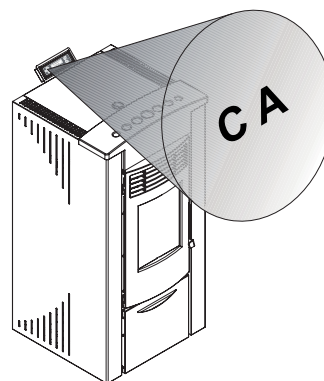

Fig.13.1
Il s'agit d'une télécommande à infrarouges, elle doit donc être dirigée vers le champ d'action (CA) de l'unité de réception prévu sur panneau de commande (Fig.13.1) ou vers l'antenne située au dos du poêle, en fonction du modèle.